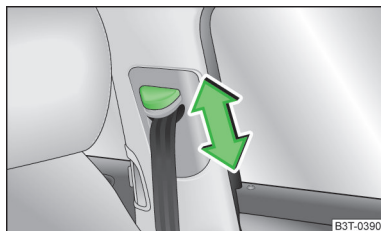

Fig. 153
- Poussez sur la ferrure de renvoi dans la direction souhaitée, vers le haut ou vers le bas » fig. 153.